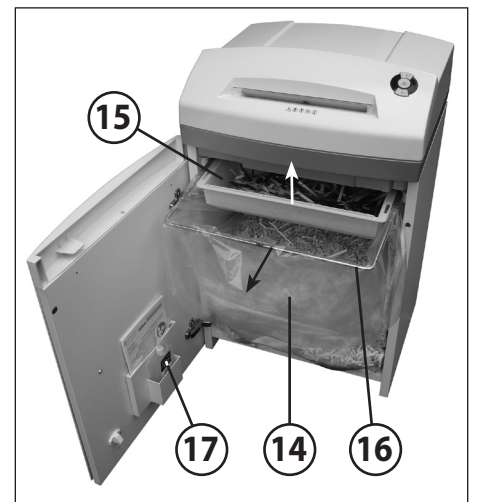

Fig. 4
14 = Saco colector de papel (Fig. 4)
15 = Depósito colector de CDs/DVDs (Fig. 4)
16 = Armação para saco colector (Fig. 4)
17 = Recipiente de óleo (Fig. 4)
PARA PAPEL (Fig. 4):
PARA CDs/DVDs (Fig. 4):
Abra a porta. O indicador de controlo ⚡ (8) acende-se e o indicador LED ⬇ do botão de retrocesso (4), bem como o indicador de controlo ⚡ (7) piscam. Retire o recipiente de óleo (17) (Fig. 4) do suporte da porta e volte a fechá-la.